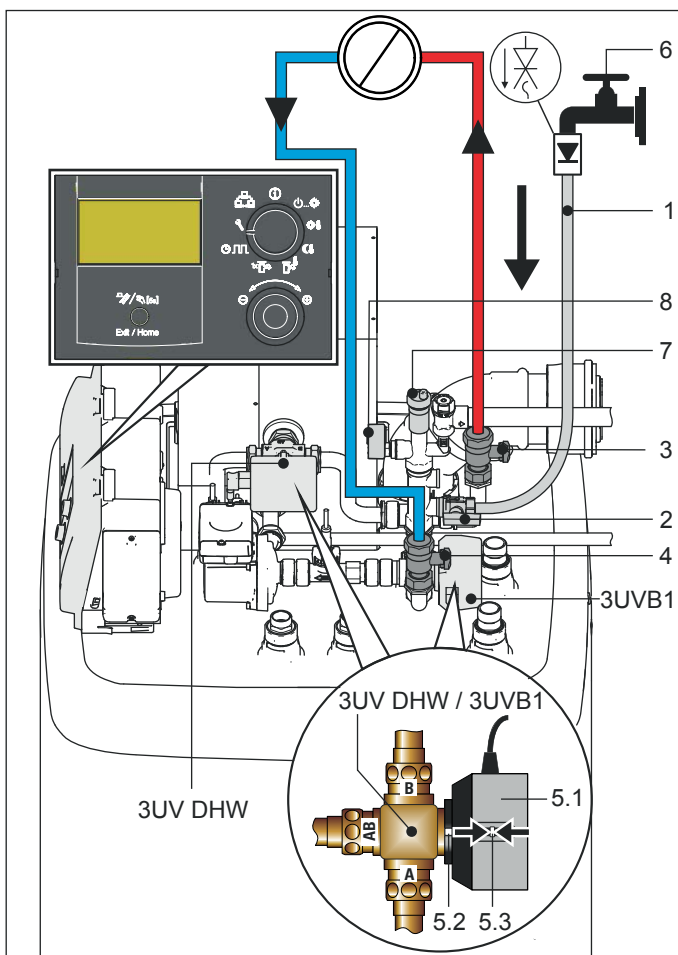

Figura 4-35 Riempimento di circuito di riscaldamento e carica bollitore (illustrazione relativa a GCU compact 5xx)
Tab. 4-4 Legenda della figura 4-35
Nella fornitura le valvole integrate a tre vie (3UVB1/3UV DHW) sono in posizione di riempimento. La leva manuale (figura 4-35, pos. 5.3) si trova in posizione centrale inserita. La valvola a 3 vie libera parzialmente entrambe le vie di flusso.
Se la leva manuale (figura 4-35, pos. 5.3) punta lontano dal corpo della valvola (posizione valvola AB-B) o verso il corpo della valvola (posizione valvola AB-A), la valvola a 3 vie deve essere portata in posizione centrale prima del procedimento di riempimento (v. passaggio 2 e l'accluso manuale di esercizio Centralina "ROTEX RoCon BF").
1. Inserire in posizione centrale la leva manuale (figura 4-35, pos. 5.3) della valvola a 3 vie (3UVB1/3UV DHW) (condizioni di consegna: possibile solo in assenza di corrente).
2. Collegare il tubo di troppopieno (figura 4-35, pos. 1) con la valvola di non ritorno (1/2") al rubinetto KFE (figura 4-35, pos. 2) e bloccarlo dallo scivolamento con una fascetta per tubi.
3. Aprire il rubinetto della condotta dell'acqua (figura 4-35, pos. 6).
4. Aprire il rubinetto KFE (figura 4-35, pos. 2) e osservare il manometro (figura 4-35, pos. 8).
6. Chiudere il rubinetto KFE (figura 4-35, pos. 2).
8. Controllare nuovamente la pressione dell'acqua sul manometro ed eventualmente rabboccare mediante il rubinetto KFE (figura 4-35, pos. 2).
9. Chiudere il rubinetto della condotta dell'acqua (figura 4-35, pos. 6).
10. Scollegare il tubo flessibile di riempimento (figura 4-35, pos. 1) con valvola di non ritorno dal rubinetto KFE (figura 4-35, pos. 2).